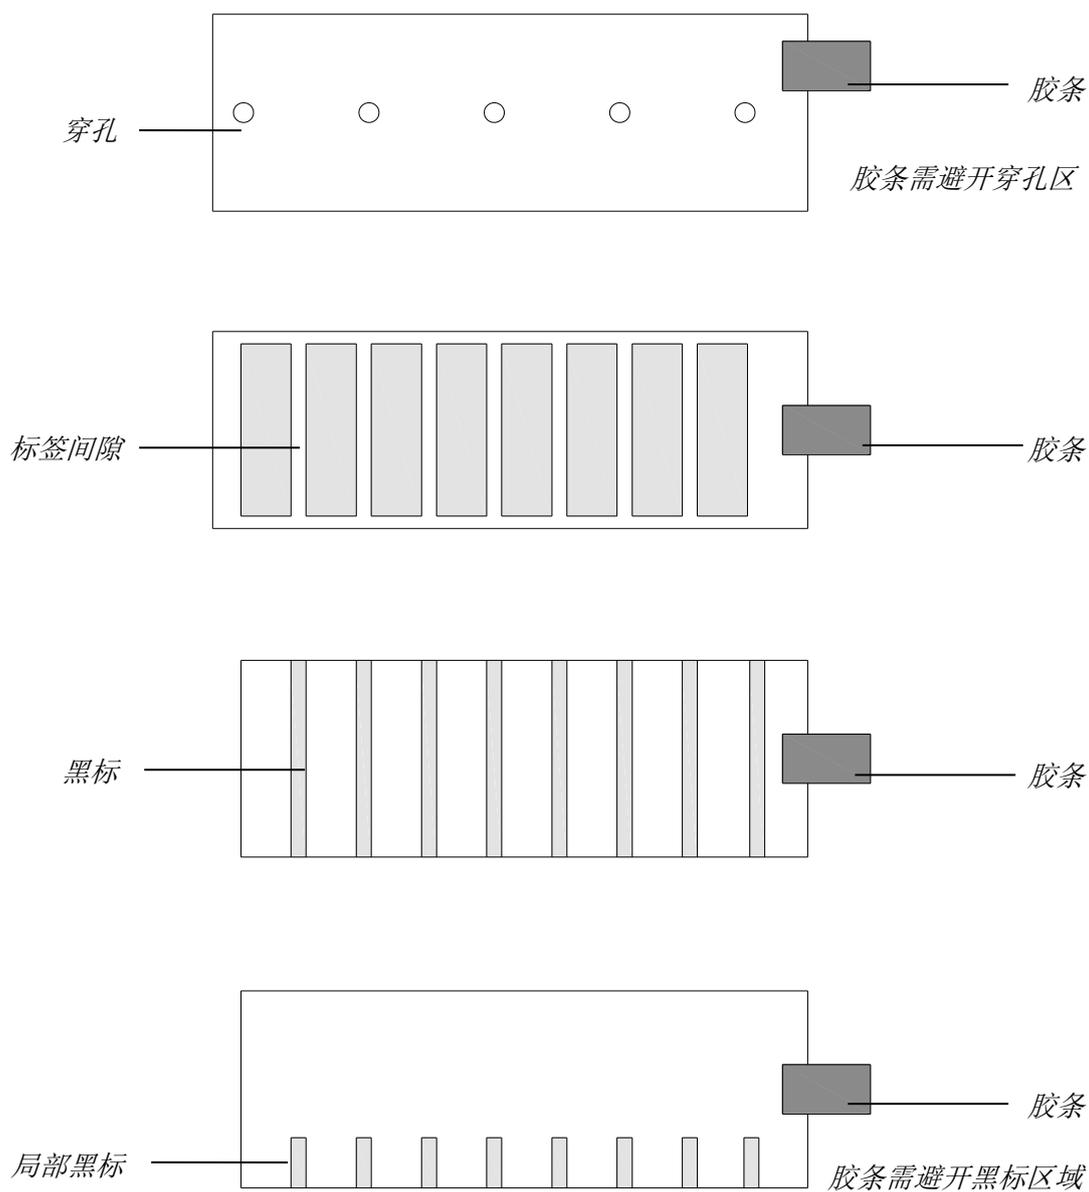

图 2-29 胶条粘贴位置
- 生产标签卷时，通常会用一小段胶条将标签固定在纸卷芯上，为保证纸张用尽时，纸张探测器能准确探测到无纸信号，请务必使纸张探测器位置避开胶条的粘贴位置。不同类型标签纸的胶条粘贴位置，如图 2-29 所示，请确保所用标签的胶条粘贴位置是正确的。